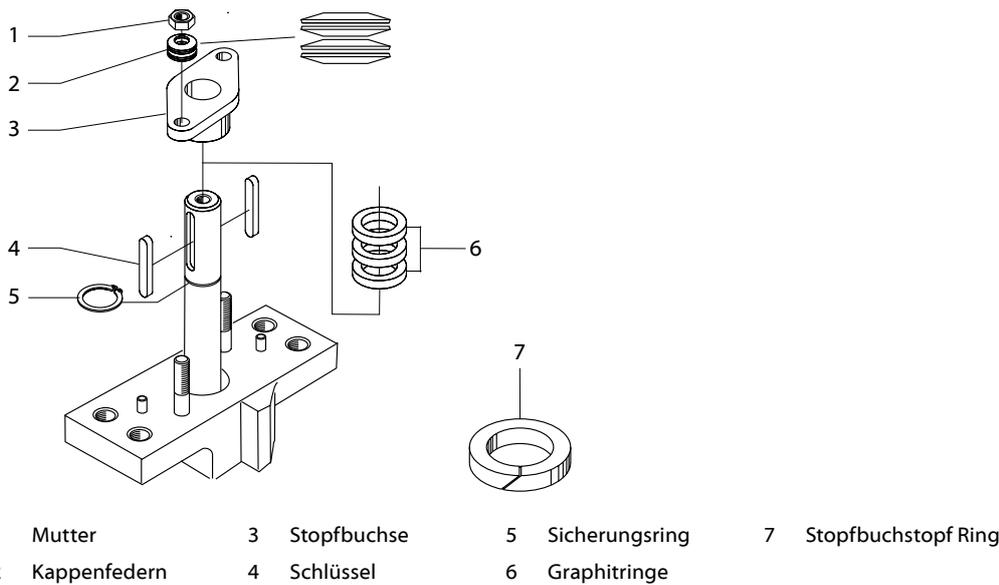

Abb.6-2 Montage der Stopfbuchse
1. Überprüfen Sie die Stopfbuchse nach der Inbetriebnahme und dann regelmäßig. Ziehen Sie ggf. die Muttern der Stopfbuchse wieder fest (→ Abb.6-2/1).
Kappenfedern (→ Bild 6-2/2) und Sicherungsring (→ Bild 6-2/5) sind für die Ventile DN 25–50 nicht verfügbar.
1. Entfernen Sie den Schlüssel (→ Abb.6-2/4). Bei DN 80–400 Ventilen entfernen Sie zusätzlich den Sicherungsring (→ Abb.6-2/5).
2. Entfernen Sie die Muttern (→ Abb.6-2/1), die Stopfbuchse (→ Abb.6-2/3) und bei DN 80–400 Ventilen die Kappenfedern (→ Abb.6-2/2). Beachten Sie, wie die Kappenfedern montiert sind.
4. Fügen Sie mit der Stopfbuchse die neuen komprimierten geformten Graphitringe (→ Abb.6-2/6) nacheinander hinzu. Die Anzahl der hinzugefügten Ringe hängt von der Ventilgröße ab. Der obere Ring sollte sich auf gleicher Höhe wie oder etwas unterhalb des oberen Teils des Montageflansches des Aktuators befinden.
1. Schneiden Sie den Stopfbuchsenring (→ Abb.6-2/7) diagonal ab.